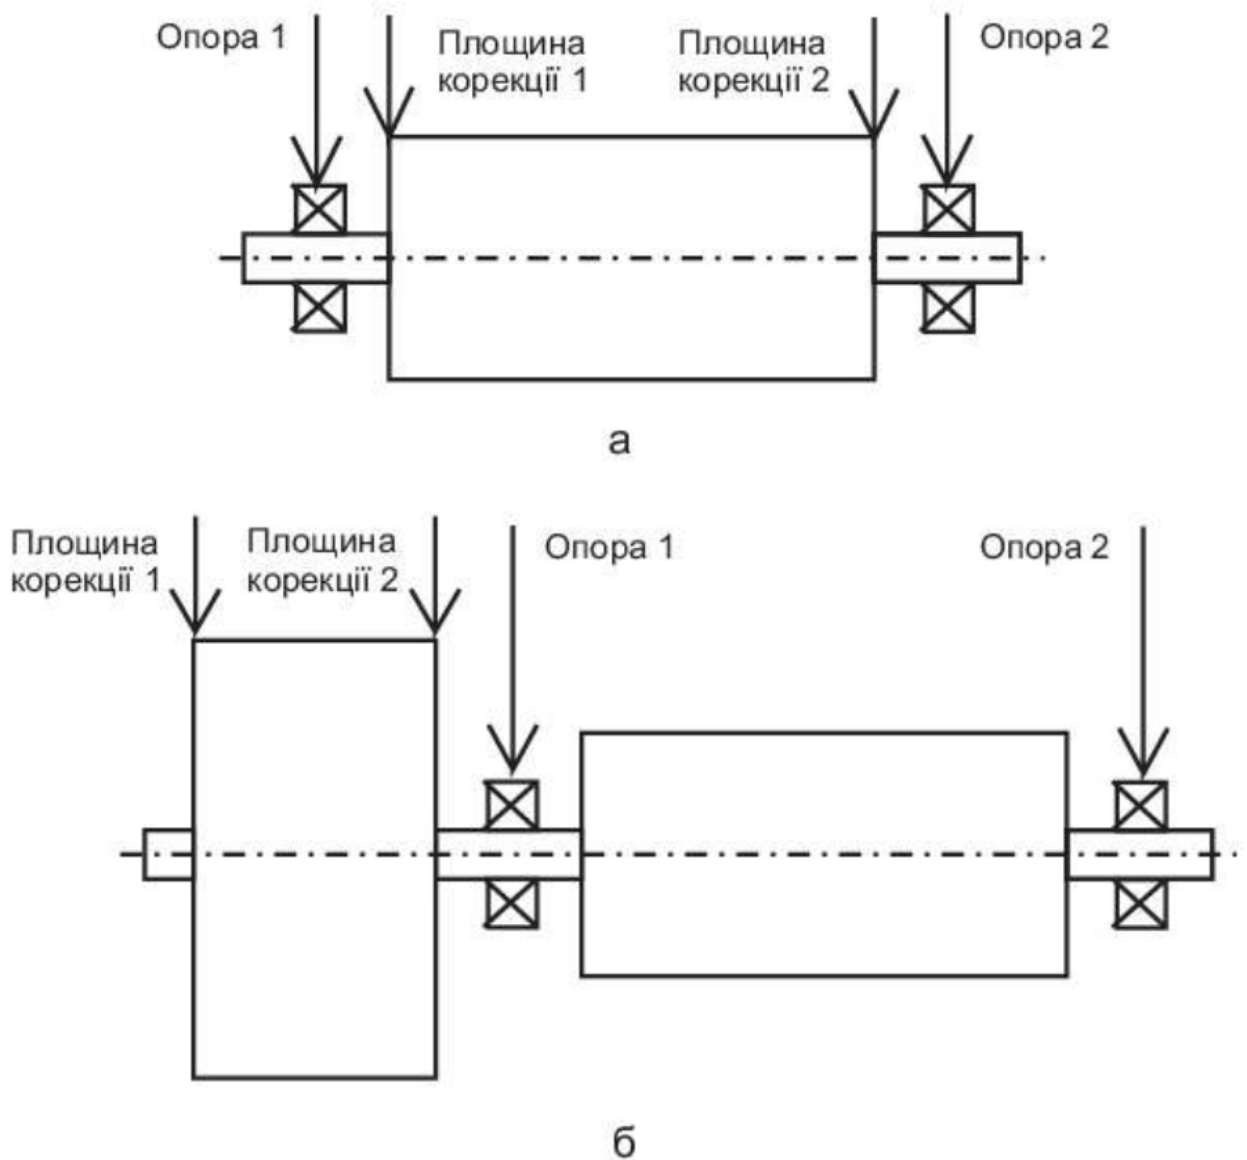

Рис. 8.5. Нумерація опор і площин корекції при
8.4.1 Встановити датчик на опорі 1 (рис. 8.5) і натиснути **«Enter»**.
8.4.13 Встановити пробну масу $M_{п1}$ на площину корекції 1 (рис. 8.5) під кутом $\angle M_{п1}$, що відрізняється від фазового кута віброшвидкості опори 1 приблизно на ± 90 градусів.